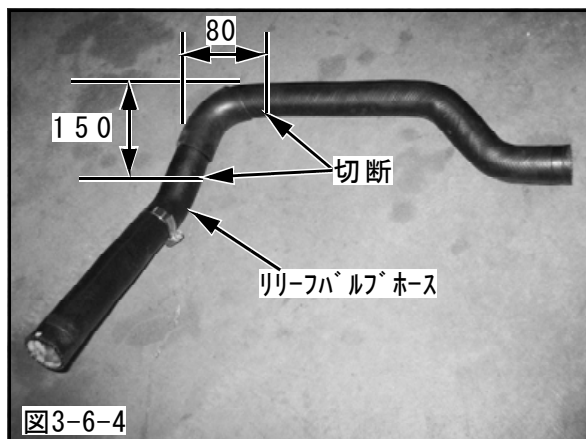

図3-6-4
(5) 取外した純正リリーフバルブホースを図の位置で切断してください。〈図3-6-4〉